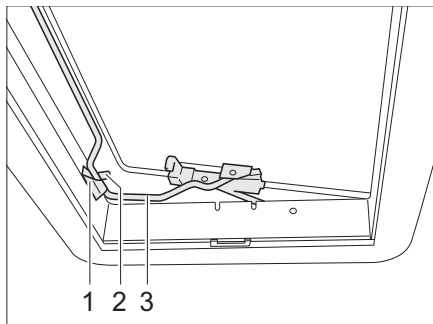

Fig. 49 Oblò Heki in posizione di ricircolo d'aria 2
- Inserire la staffa (Fig. 49,3) nel supporto (Fig. 49,1).
- Sistemare la leva (Fig. 49,2) sulla staffa.